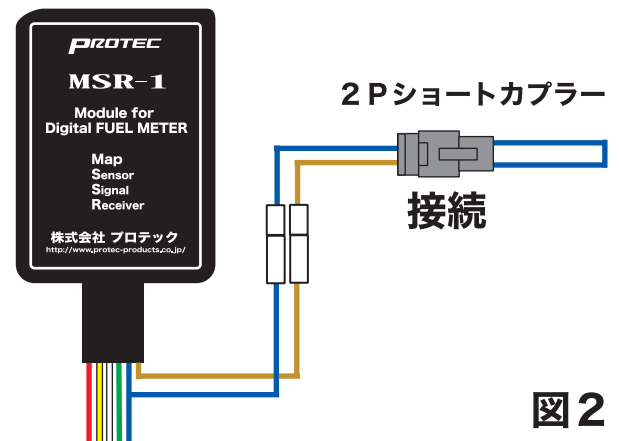

図2
- ② アイドリング状態で2Pショートカプラーを接続し、5秒以上待つ。（図2）